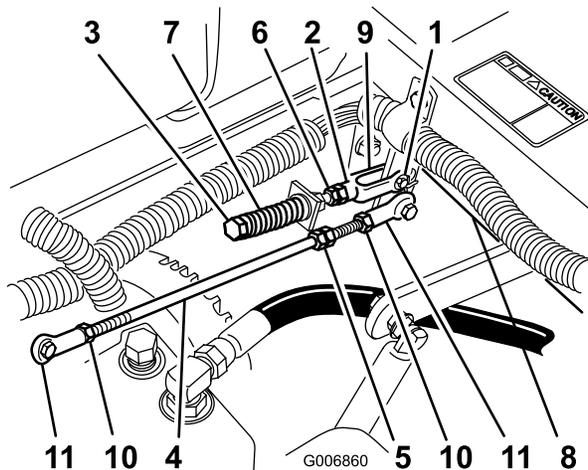

Figure 69
1. Desserrez les contre-écrous sur les rotules de la tige de commande de la pompe (Figure 69).
6. Serrez les contre-écrous contre les rotules (Figure 69).
3. Réglez la longueur de la tige de pompe en tournant les doubles écrous dans le sens voulu, jusqu'à ce que la roue soit immobilisée ou tourne légèrement en marche arrière (Figure 69).